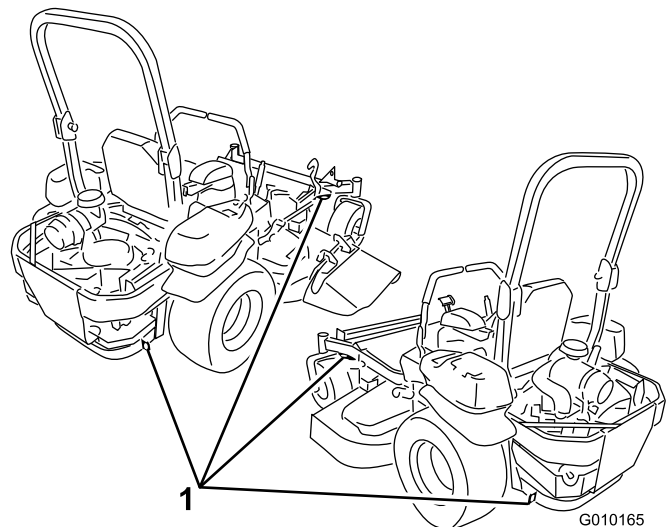

Bild 38
5. Befestigen Sie die Maschine mit den Metalbefestigungsschleifen und Riemen, Ketten, Kabel oder Seilen am Anhänger oder LKW (Bild 38).